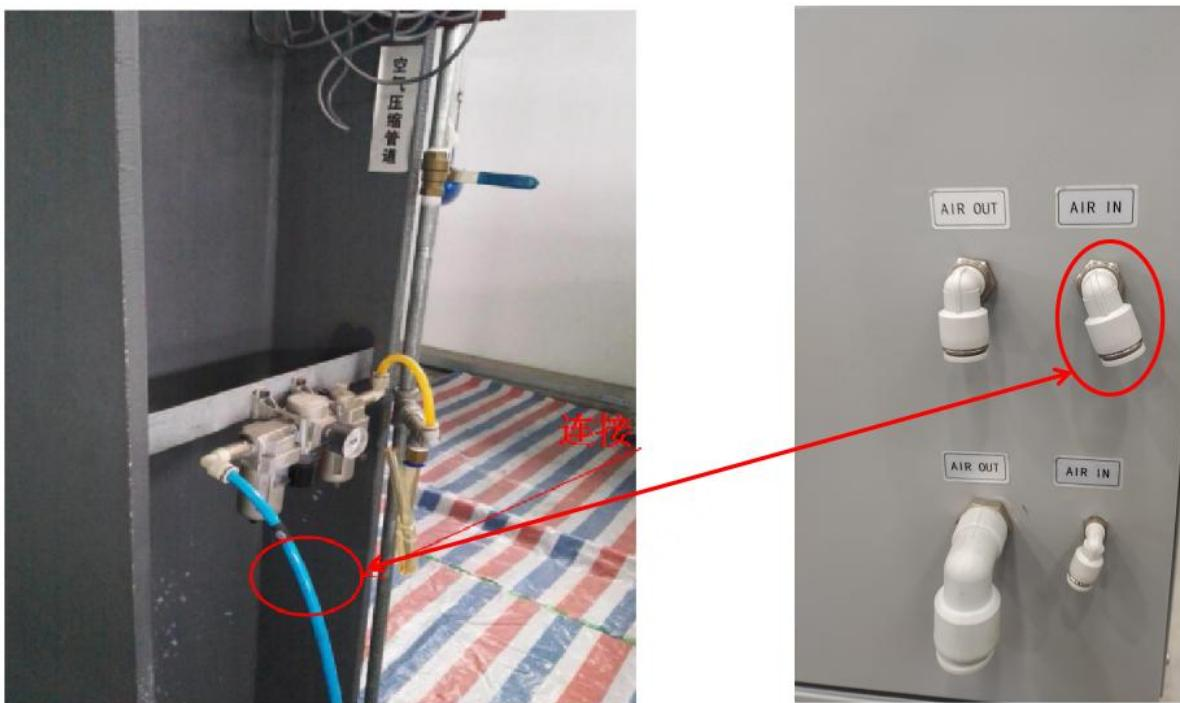

图 2-6 气源连接
(1) 进气接口Φ10 快换接头连接到直径为 10 毫米的气管。该气管需与外部清洁压缩空气相连，为防爆柜提供气源，如图 2-6；